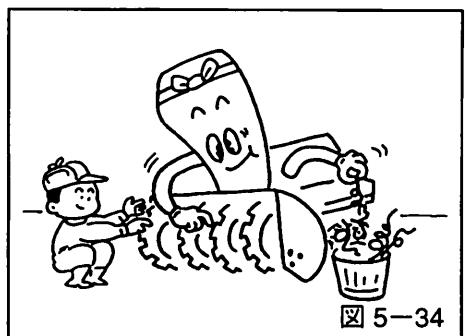

図 5-34
- プロワ及びオーガ軸にビニール紐などが巻き付いていたら、取り除いてください。そのまま運転しますと、オーガミッションのオイルシールを傷め、オイル漏れの原因になります。(図5-34参照)